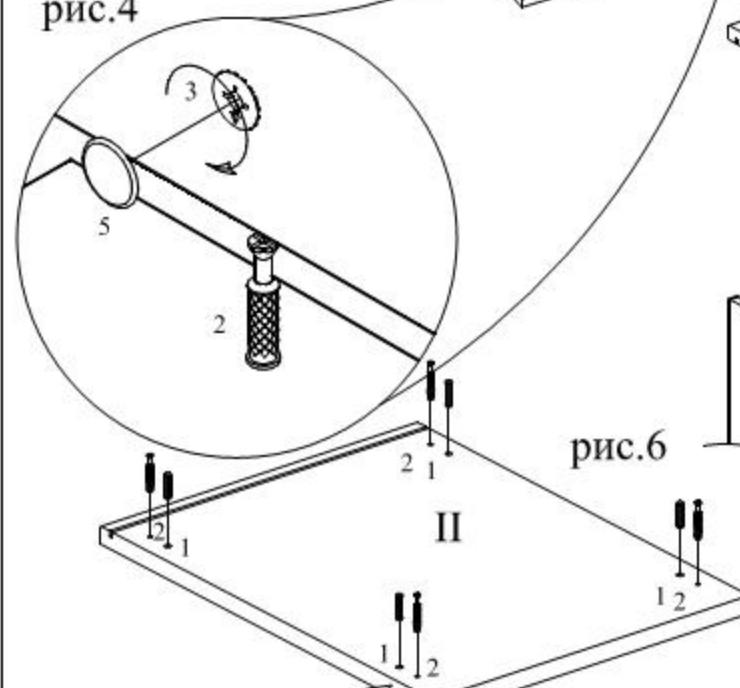

рис.6
2. В стенки боковые (III) и в заднюю планку (VI) вставить стяжки (3), смотреть стрелку по рис 3.
3. В боковые стенки (III) вкрутить дюбеля (2), крестовой отверткой стянуть стяжки (3), поставить заглушки (5)
4. Установить планку заднюю (VI), стянуть стяжками(3)
5. Крестовой отверткой вкрутить дюбеля (6), вбить в полку силовую (IV) стяжку-эксцентрик (7), стянуть стяжку отверткой, по часовой стрелке.
6. Установить заднюю стенку (V) в пазы.
7. В крышку (II) забить шканты (1) рис.6, вкрутить дюбеля (2), установить сверху шкафа, сняв при этом все стяжки, рис.11., рис.6